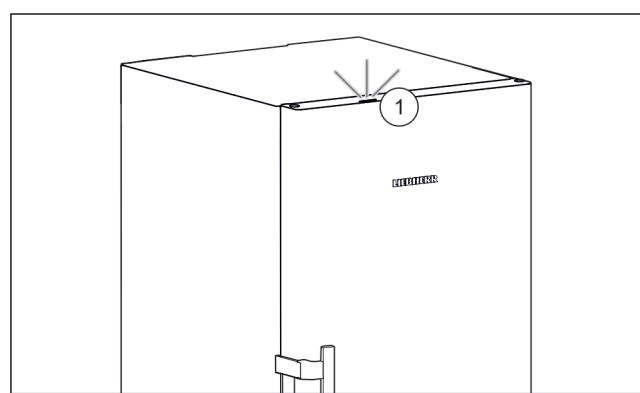

Fig. 4
Під час введення пристрою в експлуатацію підсвічування стану Fig. 4 (I) за замовчуванням деактивовано.